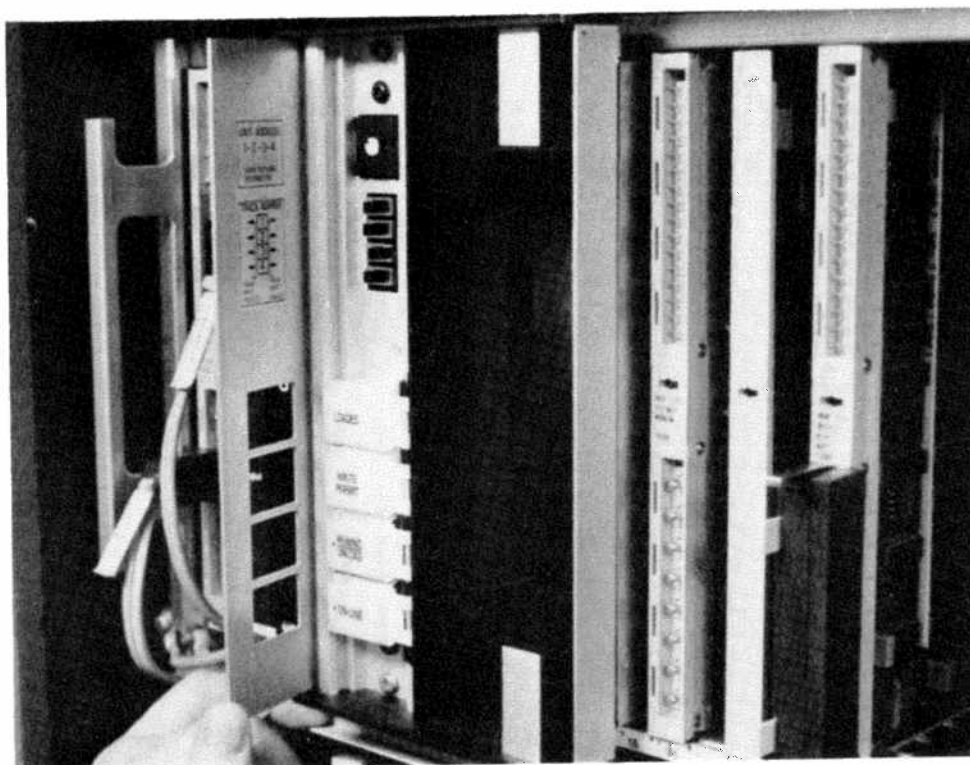

Bild 23.
- o Öppna bandspelarens vänstra lucka och kontrollera att enhetsväljaren (UNIT ADDRESS) står i läge 1, samt att spårskrivskyddet (TRACK NUMBER) är aktiverat (motsvarande omkopplare i vänster läge) för spåren 1, 2 och 4. Se bild 23.
I detta läge tänds indikatorlampan LOADED som anger att bandspelaren är laddad. Se bild 23. Samtidigt tänds lampan WRITE PERMIT, vilket betyder att inskrivning är tillåtet på bandet.